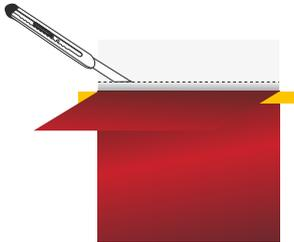

Abbildung 06
- › 10 cm Abdeckpapier abziehen. (Abb. 06)